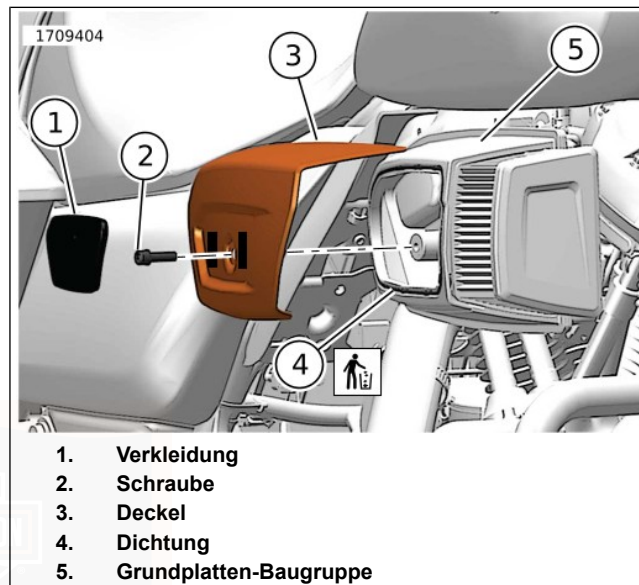
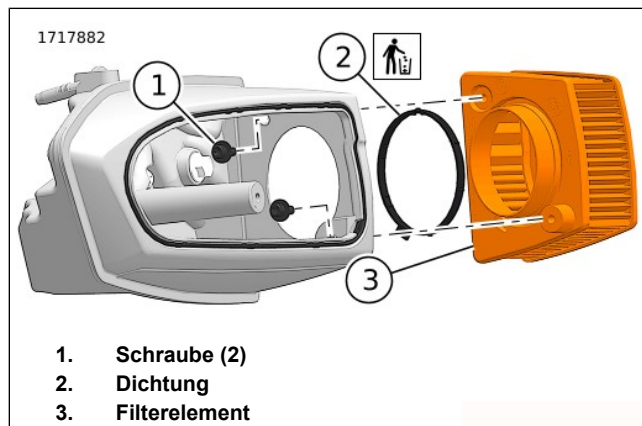

Abbildung 136. Luftfilterabdeckung
Abbildung 137. Luftfiltereinsatz
1. Siehe Abbildung 136. Die Luftfilterabdeckung entfernen.
- a. Die Zierblende (1) mit einem keine Schäden verursachenden Werkzeug von der Abdeckung (3) trennen.
- b. Die Schraube (2) entfernen.
- c. Deckel entfernen (3).
2. Siehe Abbildung 137. Den Luftfiltereinsatz entfernen.
- a. Die Schrauben (1) entfernen.
- b. Den Luftfiltereinsatz (3) entfernen.
- c. Entfernen Sie das Siegel (2). Auf Schäden oder Verschleiß prüfen. Bei Bedarf austauschen.
1. Siehe Abbildung 136. Prüfen Sie die Dichtung (4) auf Beschädigungen oder Verschleiß. Bei Bedarf austauschen.
- a. Beim Austausch der Dichtung die Nut in der Grundplatten-Baugruppe (5) von allen Ölresten und Ablagerungen reinigen.
2. Siehe Abbildung 137. Den Luftfiltereinsatz anbringen.
- a. Die Lasche an der Dichtung (2) an der Einkerbung am Filterelement (3) ausrichten. Dichtung einbauen.
- d. Die Schrauben (1) einbauen. Festziehen.
3. Siehe Abbildung 136. Die Luftfilterabdeckung anbringen.
- a. Abdeckung (3) anbringen.
- b. Schraube (2) einbauen. Festziehen.